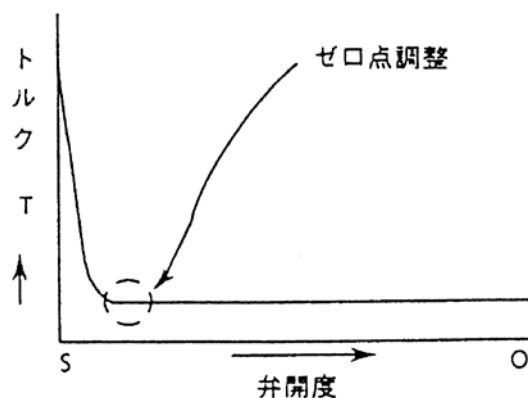

図 6. 12
- (4) ロータリーバルブで締切時のトルクの大きいものはトルクが急激に小さくなる 5~10%のところでゼロ点調整を行うと楽です。（図 6. 12）